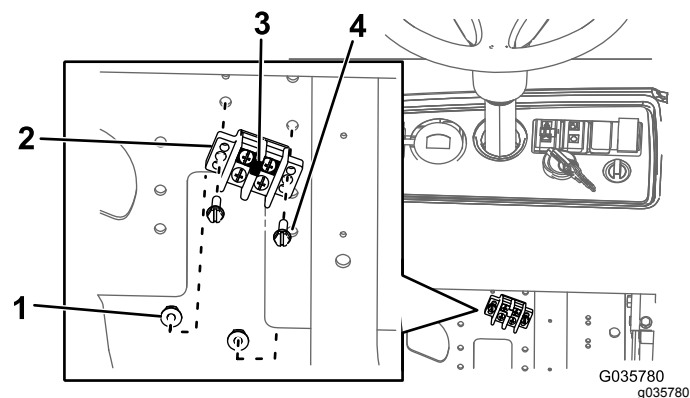

Figura 14
- A. Installate il cavallotto sulla morsettiere di messa a terra (Figura 14).
- B. Installate la morsettiere di messa a terra sulla piastra di montaggio utilizzando 2 bulloni (n. 10 x 3/4") e 2 dadi (n. 10) come mostrato nella Figura 14.